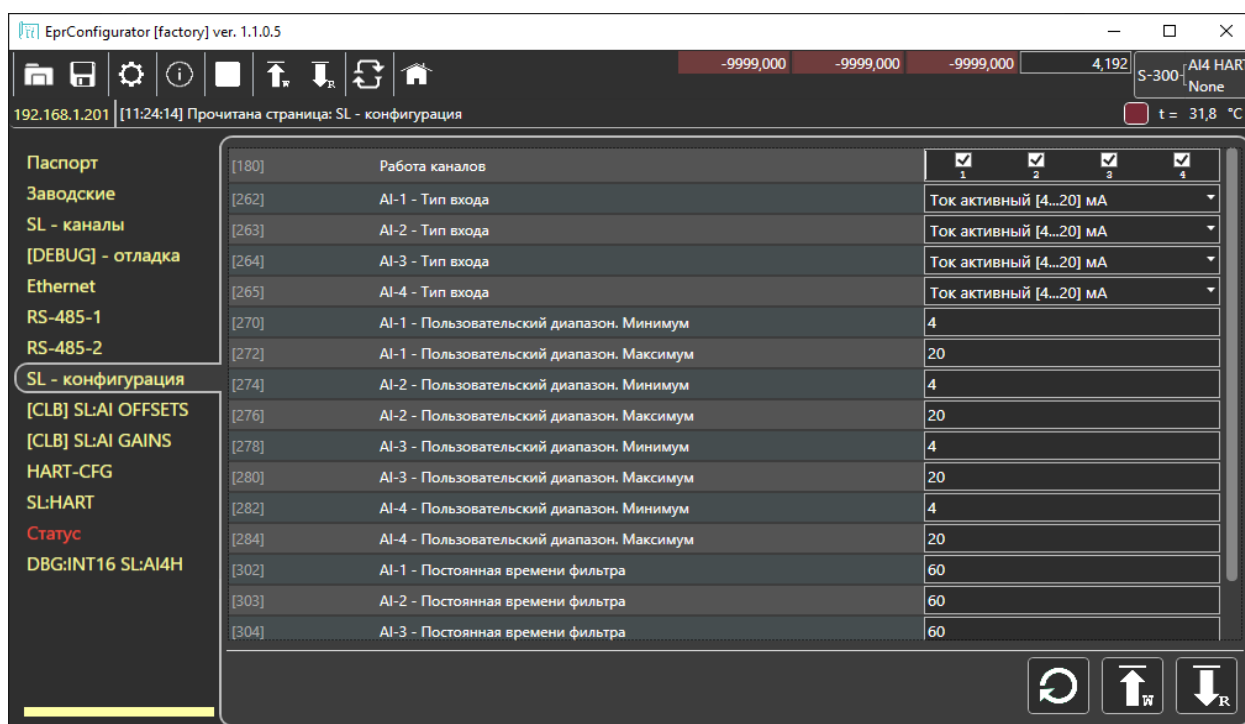

Рисунок 9 – Конфигурация для пассивного HART-устройства (без внешнего питания).
8. Для работы в **режиме моста через виртуальный Com-порт | Ethernet** запускаем программу EprConfigurator, выбираем тип канала в соответствии с питанием датчика (рис. 9). Режим моста через виртуальный Com-порт | Ethernet можно использовать **только при подключении USB-C**.
9. Для работы в **режиме «точка-точка»** в программе EprConfigurator выбираем тип канала в соответствии с питанием датчика (рис. 9). Далее включаем опрос на канале, к которому подключен датчик.
10. Для работы в режиме «мультиточки» в программе EprConfigurator выбираем тип канала в соответствии с питанием датчика (рис. 9). Затем необходимо выяснить короткий адрес датчика. Это можно сделать с помощью модуля в режиме моста (см. пункты 7, 8) либо HART-модема и программного обеспечения производителя HART-устройства (например, Raport 2.0) или HART-коммуникатора. Подключаемся к датчику и в паспорте датчика читаем существующий или записываем необходимый короткий адрес.